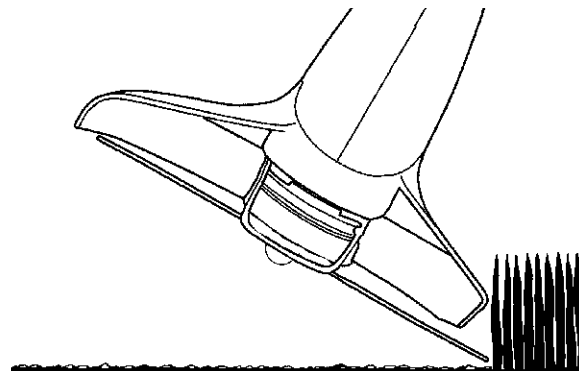

Fig. 14
5. **RASAGE** (Fig. 14). Le rasage consiste à couper la végétation au ras du sol. Pour ce faire, incliner la tête de coupe à gauche à un angle d'environ 30 degrés. Le réglage de la poignée permettra de mieux contrôler le coupe-herbe pendant cette opération. S'assurer qu'aucune personne ou qu'aucun animal ne soit présent dans un rayon de 15 mètres. Ne jamais essayer de raser une zone où des débris risquent d'être projetés et causer des dommages corporels ou matériels.